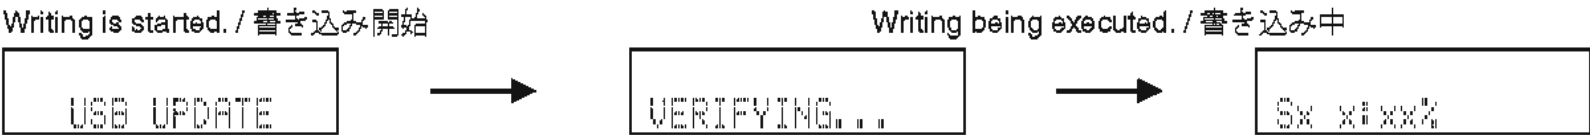

Fig. 2
- 3. USB UPDATE モードが起動し、"USB UPDATE" が表示されて、ファームウェアの書き込みが自動的に開始されます。(Fig. 2)